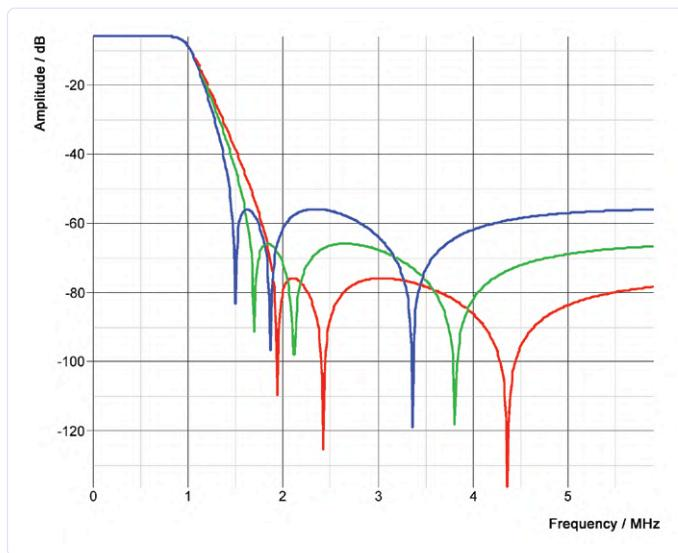
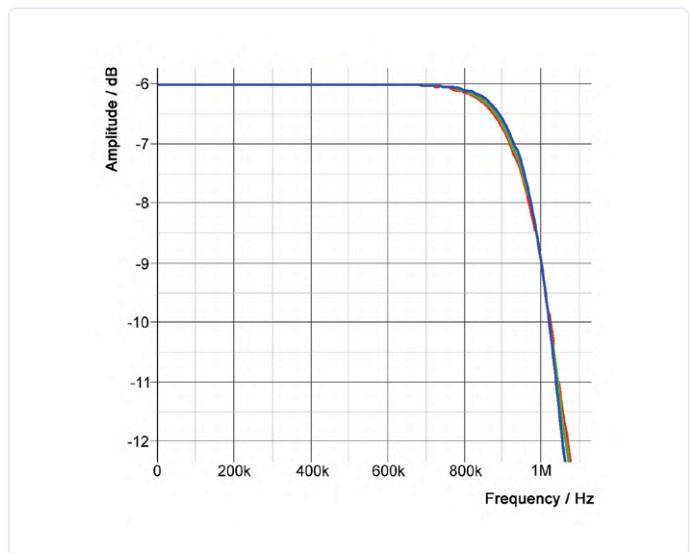

Figure 12. Réponses en fréquence des filtres de Tchebychev inversés avec 50, 60 et 70 dB.
Figure 13. Agrandissement de la figure 12 dans la bande passante avec atténuation minimale de 50 dB (bleu), 60 dB (vert) et 70 dB (rouge)
La dernière approximation du filtre est la caractéristique inverse de Tchebychev (IT). Elle ressemble à un Butterworth dans la bande passante et n'a donc pas d'ondulation, ce paramètre est donc omis. Dans la bande de coupure, cependant, la caractéristique IT correspond davantage à un filtre de Cauer avec des encoches et une atténuation minimale correspondante. Le circuit de base est identique à celui du filtre de Cauer (fig. 9), seul le dimensionnement est différent. La **fig. 12** montre la réponse en fréquence des filtres de Tchebychev inversés avec une atténuation minimale de 50, 60 et 70 dB. La **fig. 13** est la version agrandie de la fig. 12 dans la bande passante.